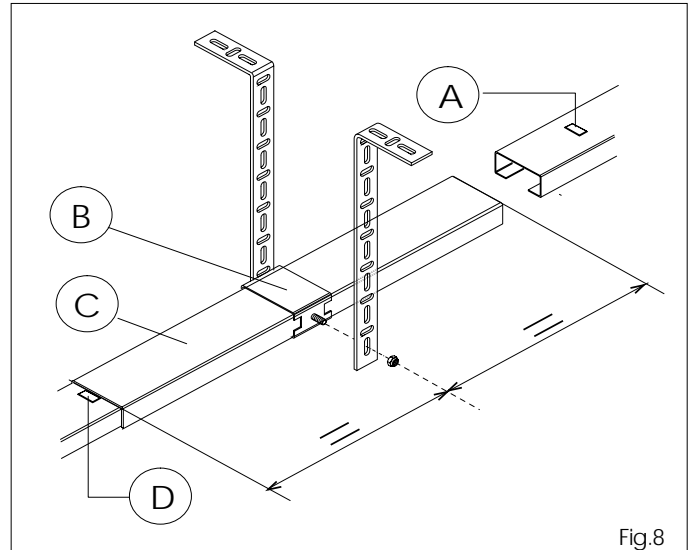
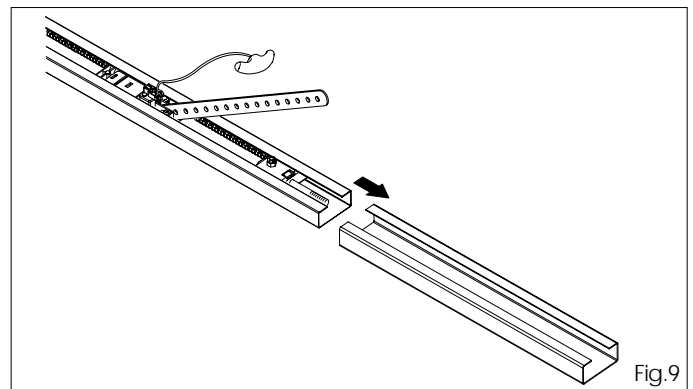
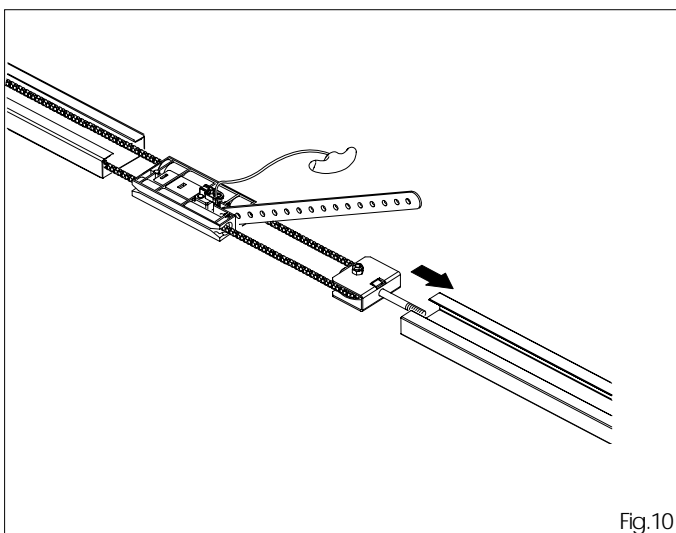

Fig.8
Fig.9
Fig.10
5.2 Inserire la guida (fig.8 rif.B) nella slitta (fig.8 rif.C), in posizione centrale rispetto a quest'ultima. Preformare le staffe e fissarle con dado alla guida (fig.8).
5.3 Inserire il longherone con catena nella slitta centrale (fig.9) fino a battuta con il rilievo metallico (fig.8 rif.D).
5.4 Inserire nel gruppo precedentemente montato un nuovo longherone (fig.10), accertandosi che il rilievo metallico indicato in Fig.8 rif.A vada a contatto con la slitta centrale.